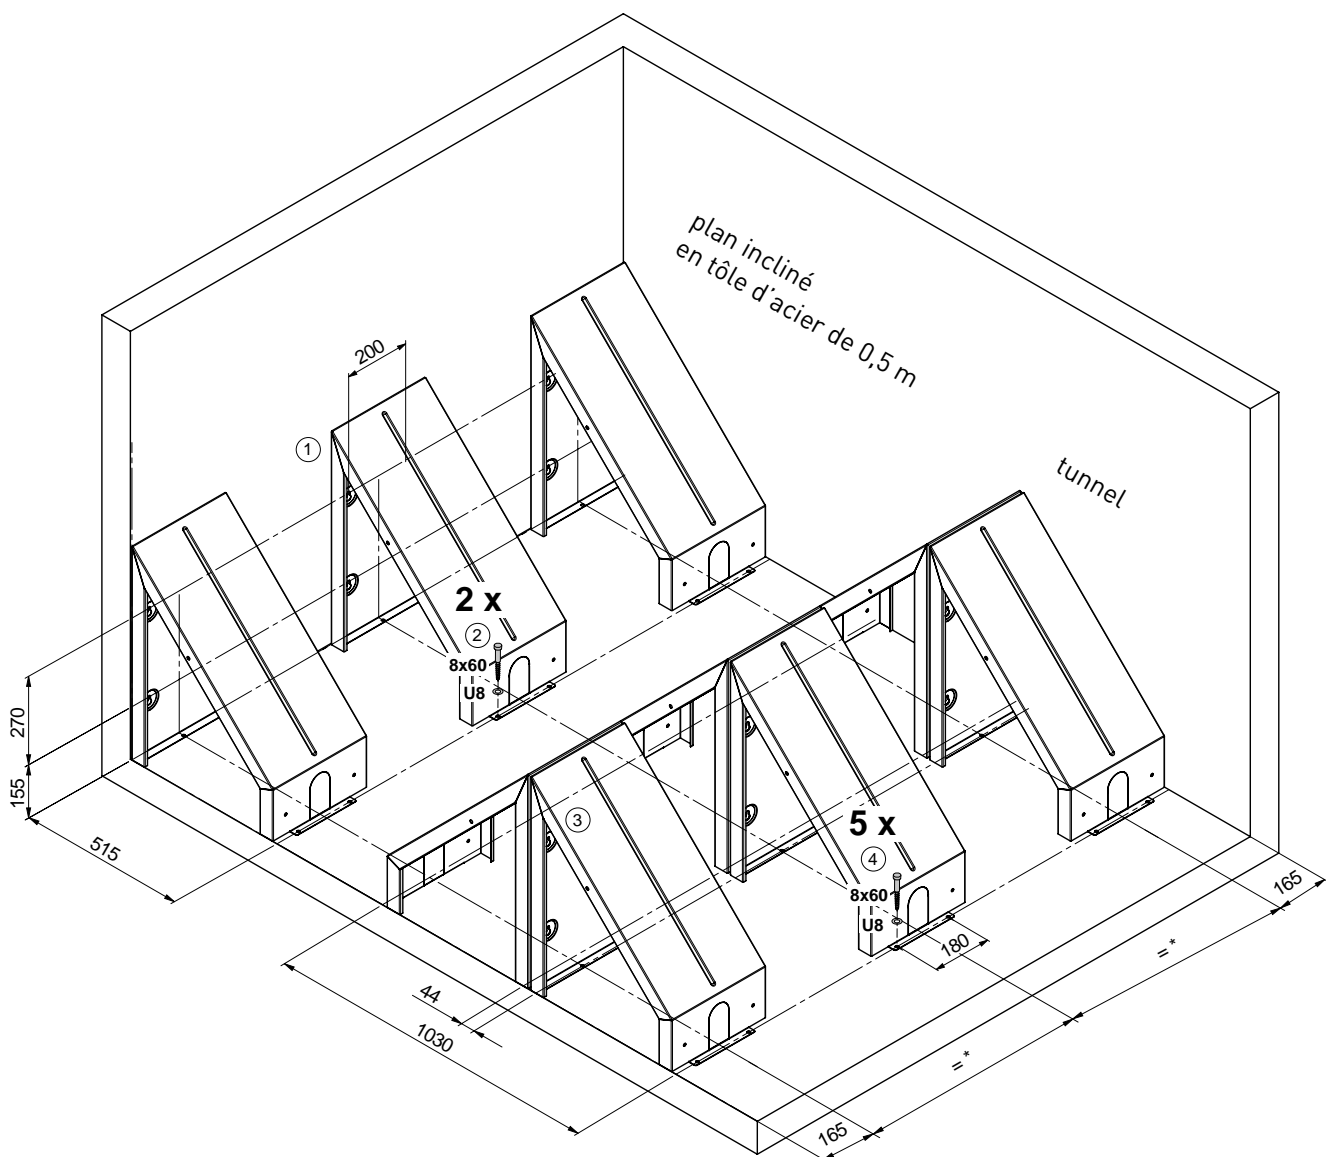

Fig. 8 Accrocher les montants et les visser, visser le tunnel
1. Accrocher les montants dans les vis et les visser à l'avant au sol au moyen des vis de réglage 8 x 60 et des rondelle en U – Fig. 8.
3. Visser le tunnel au sol fond au moyen des vis de réglage 8x60 et rondelles en U – Fig. 8.
5. Visser le tunnel au sol fond au moyen des vis de réglage 8x60 et rondelles en U – Fig. 8.